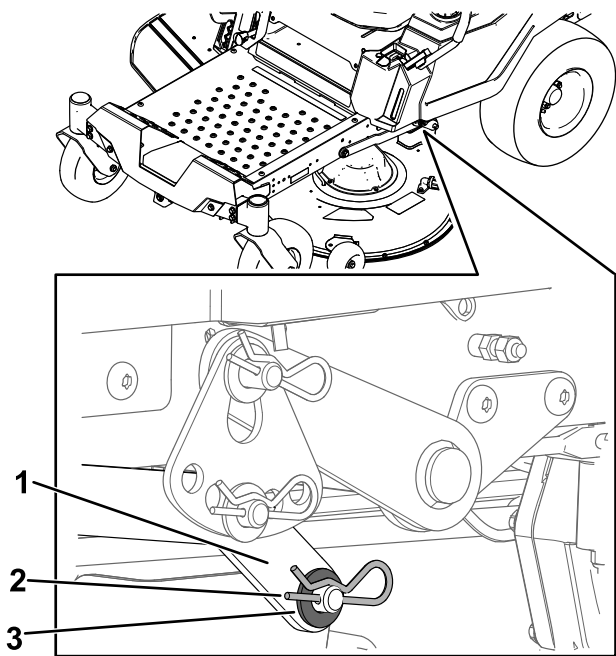

Figura 73
7. En un lado de la máquina, retire la arandela y la chaveta del pasador de la carcasa (Figura 73).
elevación en el pasador de la carcasa (Figura 73).
6. Instale el brazo de elevación con la arandela y la chaveta (Figura 73).